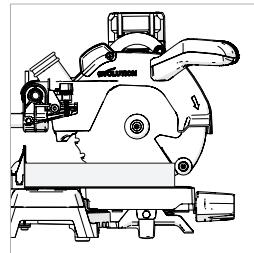

Fig. 40
- Schieben Sie den Schneidkopf bei jedem Schnitt in die volle hintere Position. (**Abb. 40**)